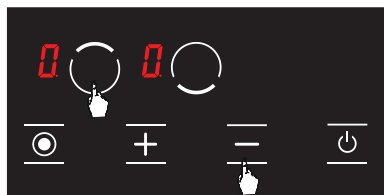

Abbildung 21
2. Berühren Sie die Auswahlstaste (**Strom**) für die obere linke Kochplatte und die Minustaste (**-**) gleichzeitig, (siehe Abb. 21) Dabei ertönt ein kurzer Signalton. Danach werden die Finger vom Bedienfeld des Herds entfernt.